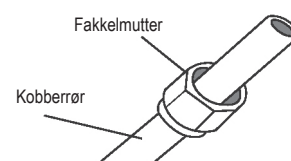

Fig. 6.3
3. Plasser fakkelmutter på begge ender av røret. Pass på at de peker i riktig retning, da du ikke kan sette dem på eller endre retning etter utsvingning. Se fig. 6.3